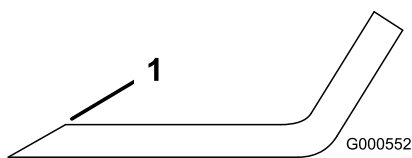

Figure 119
1. Au moyen d'une lime, aiguïsez les tranchants aux deux extrémités de la lame (Figure 119).
Remarque: Si la lame est déséquilibrée, limez un peu l'extrémité de l'ailette seulement (Figure 119).